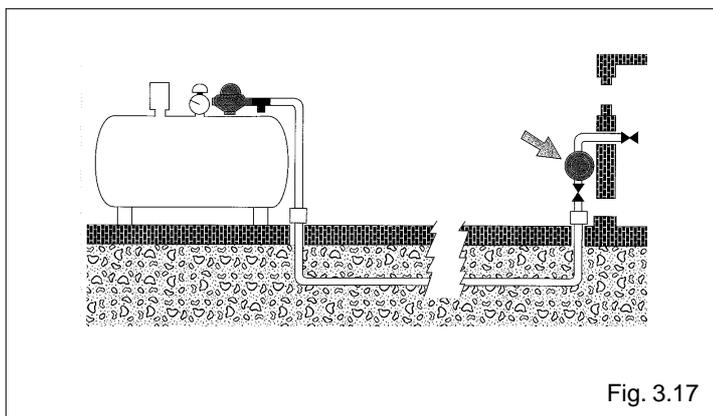

Fig. 3.17
- programar la presión en las boquillas mediante el regulador de presión de la alimentación GPL (fig. 3.17), hasta leer en el manómetro conectado a la válvula del gas como se ilustra en la fig. 3.11, los valores indicados en la pág. 9.